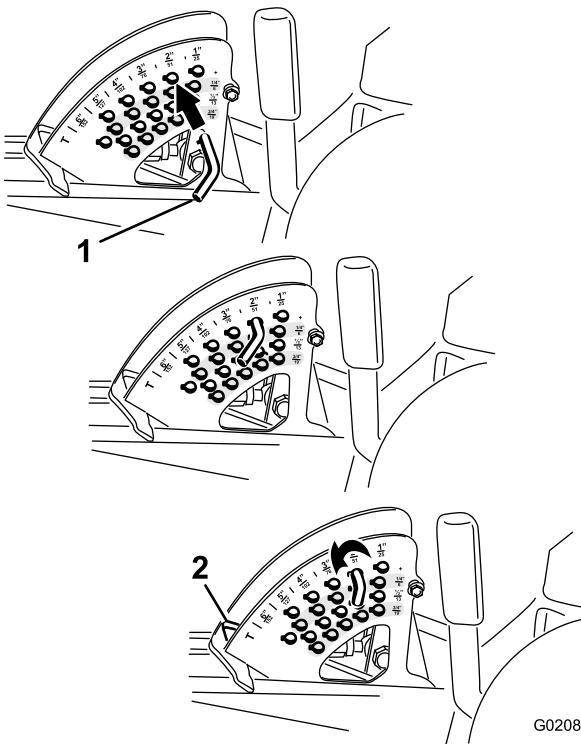

Figura 21
15 cm (6"), retire el pasador de tope de altura de corte (consulte Ajuste de la altura de corte \(página 25\)), y ponga el pasador en la posición de altura de corte de 15 cm (6") (Figura 21).
- Para ajustar la altura de corte, gire el pasador de tope hasta que el pasador cilíndrico que contiene se alinee con las ranuras de los taladros del soporte de altura de corte, y retire el pasador (Figura 21).
- Seleccione un taladro del soporte de altura de corte que corresponda a la altura de corte deseada, inserte el pasador y gírelo para bloquearlo en esa posición (Figura 21).
Nota: Hay cuatro filas de taladros (Figura 21). La fila superior corresponde a la altura de corte impresa encima del pasador. La segunda fila corresponde a la altura impresa más 6 mm (¼"). La tercera fila corresponde a la altura impresa más 12 mm (½"). La fila inferior corresponde a la altura impresa más 18 mm (¾"). Para la posición de 15.8 cm (6") hay un solo taladro, situado en la segunda fila. Esta posición no añade 6 mm (¼") a la altura de 15.8 cm (6").